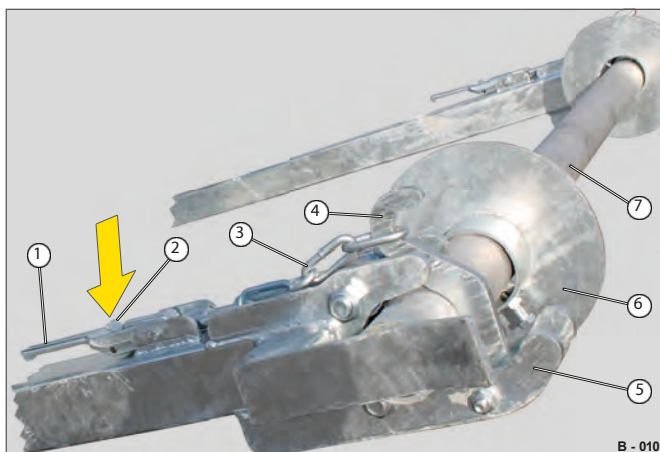

Fig. 2 Transportaxel säkrad
- Ta tag i excenterspärrens spak (Fig. . 2/1) och tryck in säkerhetsspärren (Fig.).. 2/2
Kedjan (Fig. 2/3) frigörs.